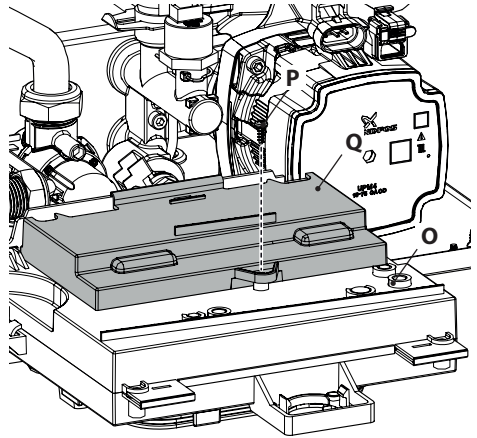

Figura 5.20
- Ruotare il pannello comandi **O**, come illustrato in Figura 5.20.
- Svitare la vite **P** e sollevare il coperchio **Q** per accedere alle morsettiere alimentazione elettrica, remoto e sonda esterna (Figura 5.20).